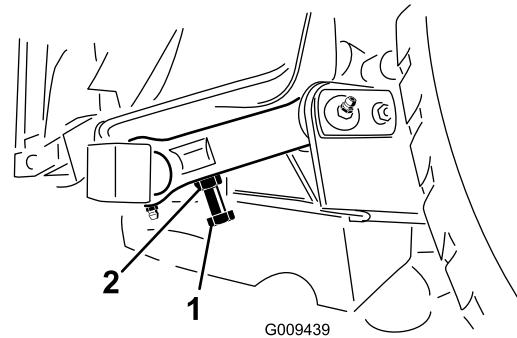

Figura 26
3. Para ajustar la distancia, localice el perno de ajuste del acoplamiento basculante trasero de la unidad de corte (Figura 26). Afloje la contratuerca del perno de ajuste. Afloje o apriete los pernos de ajuste hasta obtener una holgura de 10-16 mm, luego apriete la contratuerca.